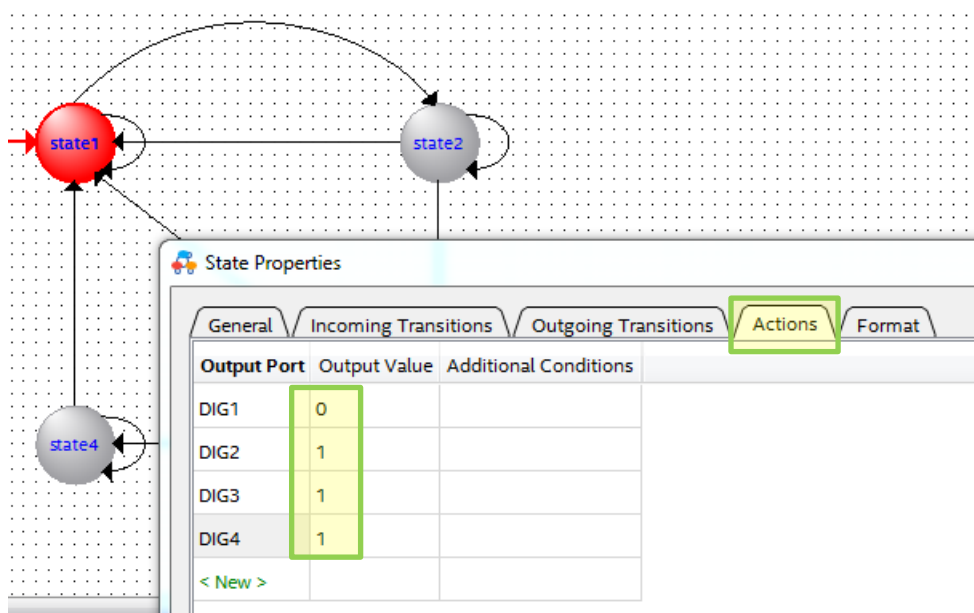

Рис. 17 Назначение выходных значений для выходных сигналов автомата для состояния **state1**
3.13. В появившемся окне **State Properties** выберите закладку **Actions**. В колонке **Output Port** последовательно выберите выходные сигналы **DIG0 ... DIG4**. Сигналы выбираются из выпадающего списка, появляющегося при двойном клике ЛКМ на строку с надписью **<New>**. Затем задайте значения в колонке **Output Value**, которые они должны иметь для выбранного состояния автомата (рис. 17).